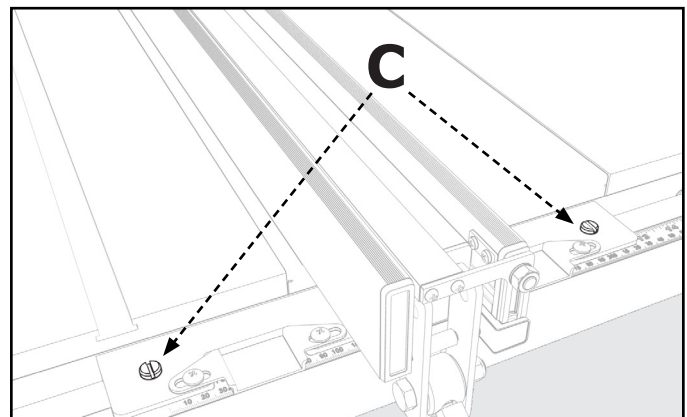

FIGURA 15
1. Para realizar algún ajuste, coloque los dos tornillos de presión de nailon (C) en la parte superior del carril de tope, como se muestra en la **Figura 15**.